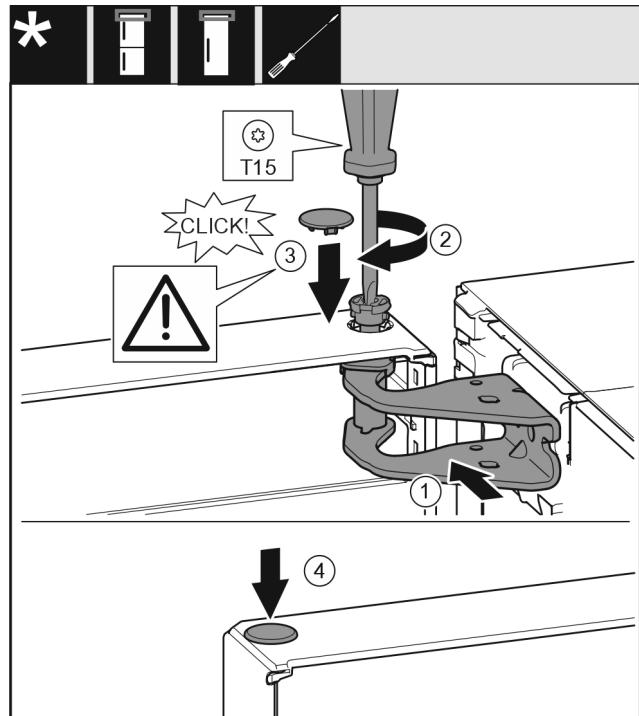

Fig. 22
- ▶ 将门的上方对准托架中的开口。 Fig. 22 (1)
- ▶ 放入螺栓并用 T15 螺丝刀拧紧。 Fig. 22 (2)
- ▶ 安装冰箱门安全装置的安全盖：放入安全盖并检查其是否紧贴在门上。否则，需将螺栓完全插入。 Fig. 22 (3)
- ▶ 放上堵头。 Fig. 22 (4)